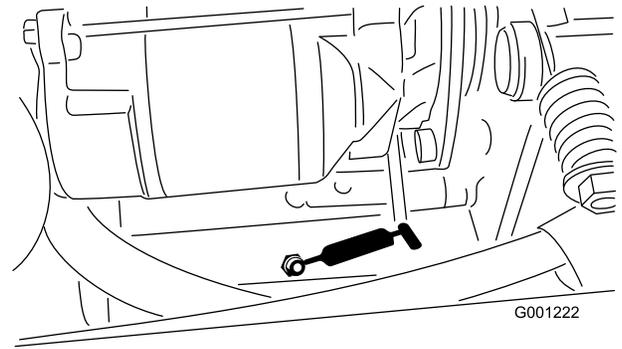

Figure 40
- Roulement arrière de PDF (Figure 40)
- Pivot de tension de PDF (Figure 40)